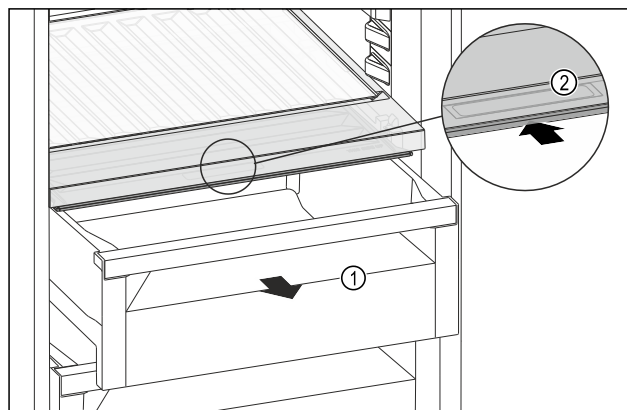

Fig. 110
- ▶ Izvlecite predal Fig. 110 (1).
- ▶ Primite prijemalno vdolbino Fig. 110 (2) na pokrovu predala in pokrov predala istočasno potisnite nazaj.